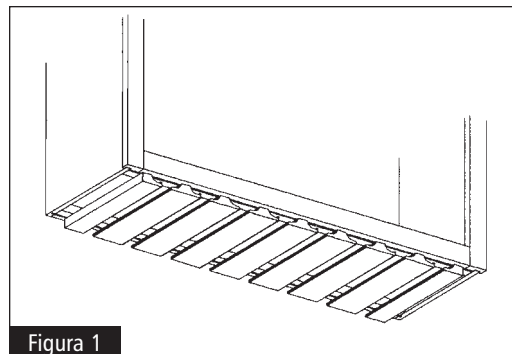

Figura 1
2 Usando los agujeros perforados previamente en las tiras de montaje (cuatro por cada tira), haga agujeros guía de 1/8 in de diámetro a una profundidad de 3/8 in y sujételas a la parte inferior del gabinete con (8) tornillos Phillips No. 8 x 1 in. Vea la figura 1.